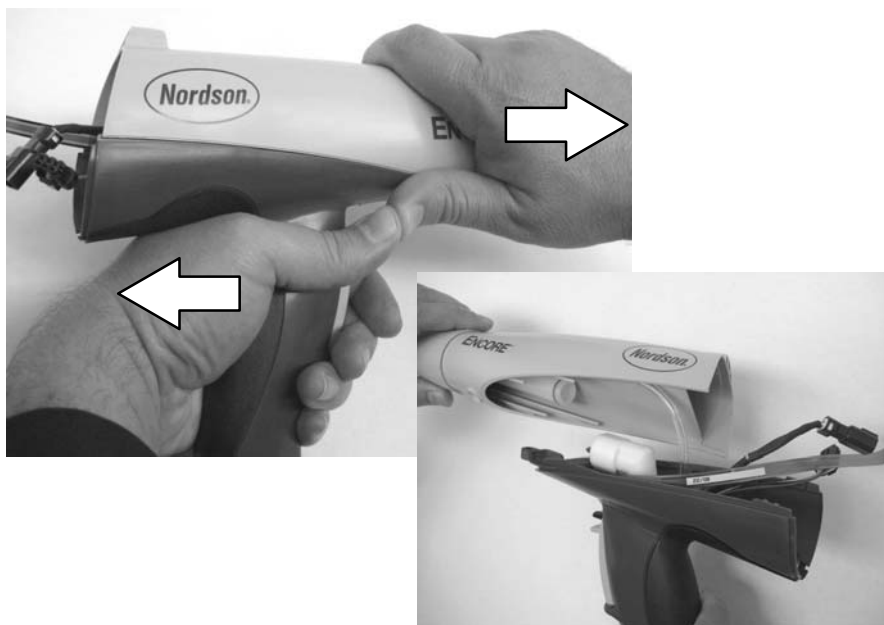

Рис. 5-6 Разъединение рукоятки и корпуса распылителя
6. См. рис. 5-6. Взяться одной рукой за рукоятку, а второй рукой за корпус распылителя. Уперев большие пальцы рук друг в друга и потянув части распылителя в противоположных направлениях, разъединить корпус распылителя и рукоятку.